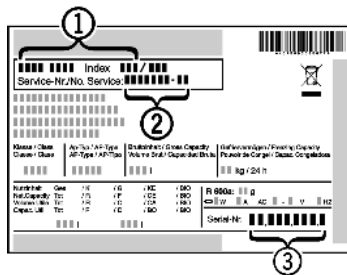

Fig. 8
- ▶ A készülék megnevezését Fig. 8 (1), a szerviz- Fig. 8 (2) és sorozatszámot Fig. 8 (3) a típustábláról olvassa le. A típustábla a készülék belsejében baloldalon található.
- ▶ Értse a vevőszolgálatot a hibáról, és adja meg nekik a készülék megnevezését Fig. 8 (1), a szerviz- Fig. 8 (2) és a sorozatszámot Fig. 8 (3).